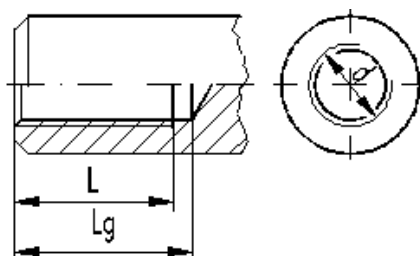

fig. 4
- Atunci când diametrul nominal al unui filet interior se înscrie pe vederea frontală, linia continuă groasă a cercului de vârf se întrerupe în dreptul săgeților liniei de cotă, așa cum se arată în fig. 4.
- În cazul găurilor înfundate și filetate, pe lângă lungimea utilă a filetului se cotează și lungimea găurii ( $L_g$  în fig. 4).